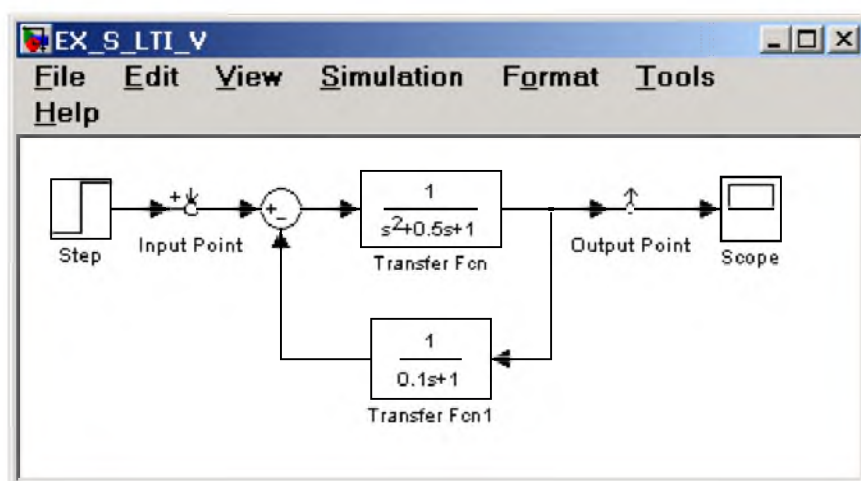

Рис. 11.2 Исследуемая модель с установленными блоками
2. Установить блок **Input Point** на входе и блок **Output Point** на выходе исследуемой системы, как это показано на рис. 11.2.